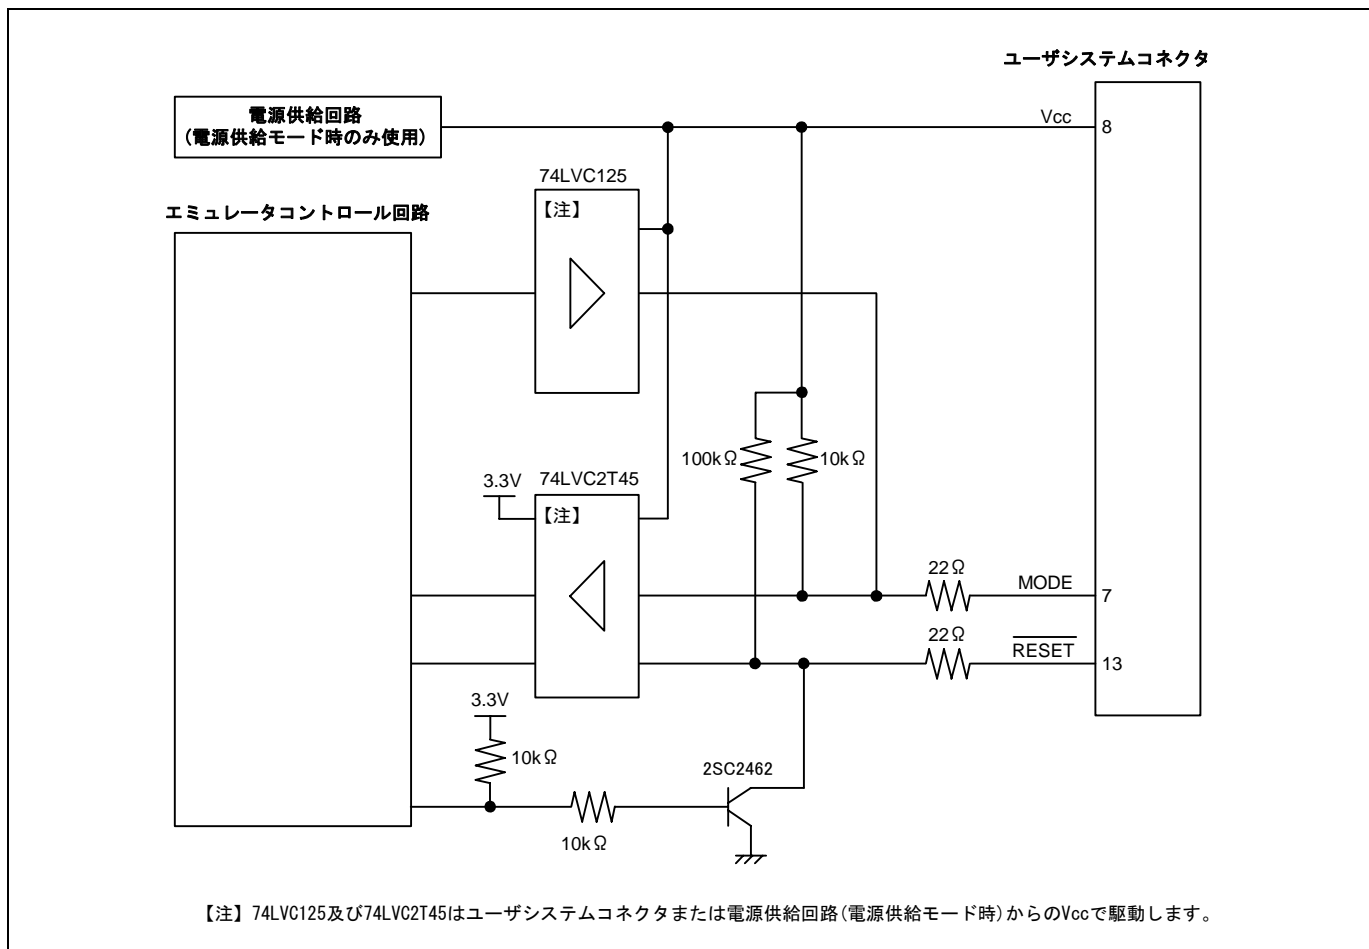

図5.4 E8a エミュレータ内インタフェース回路 (参考)
7. 図5.4にE8aエミュレータ内インタフェース回路を示します。プルアップ抵抗の値などを決定するときに参考にしてください。